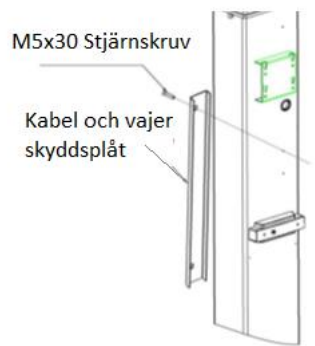

Fig. 23
1. Fäst skruvarna för att fästa täckplattorna i hålen som reserverats på stolpens insida. Fig 23